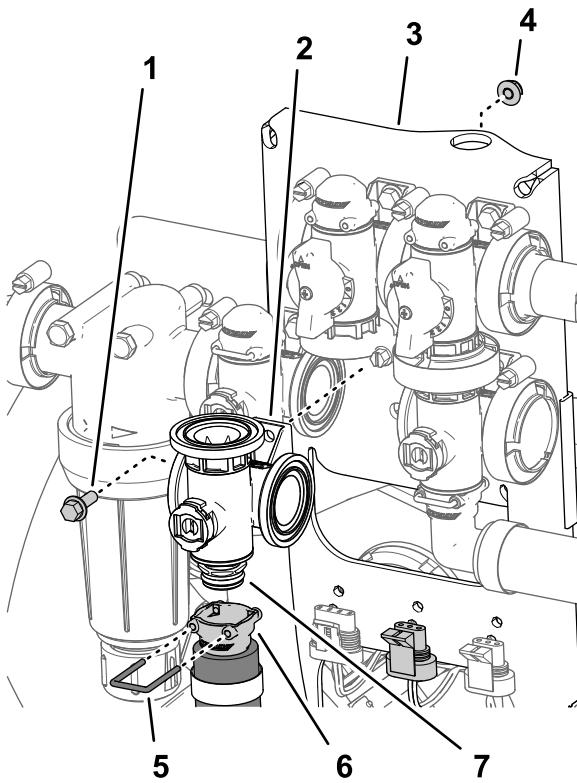

Figure 116
2. Retirez l'étrier qui fixe la douille de raccordement rapide à au raccord rapide du collecteur de la vanne d'agitation (Figure 116).
3. Retirez le boulon à embase ($\frac{1}{4}$ x $\frac{3}{4}$ po) et le contre-écrou à embase ($\frac{1}{4}$ po) qui fixent la vanne d'agitation sur son support, puis déposez le collecteur de la machine (Figure 116).